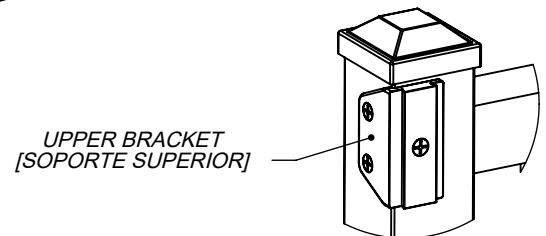

Figure 2
**STEP [PASO] 2:** Install the Upper Bracket using (3) Flat Head Screws as near to the top of the Fence Post as possible (Figure 2). *[Instale el soporte superior utilizando (3) tornillos de cabeza plana lo más cerca posible de la parte superior del poste de la cerca (Figure 2).]*